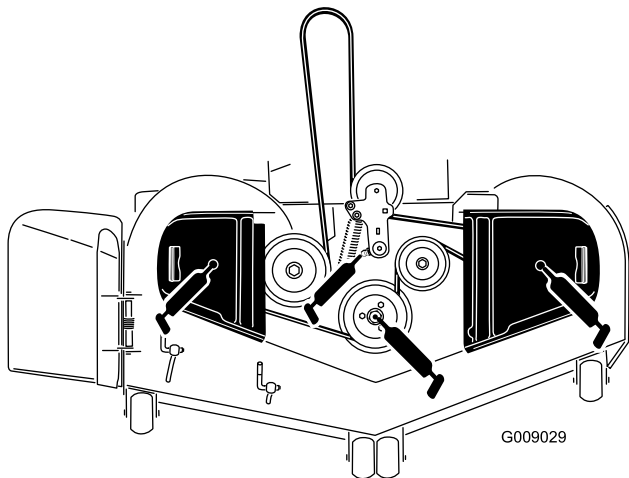

Figura 41
3. Engrase el pivote de la polea tensora de la carcasa de corte hasta que salga grasa por el extremo inferior (Figura 41).
4. Engrase los 3 cojinetes de los ejes hasta que salga grasa (Figura 41).